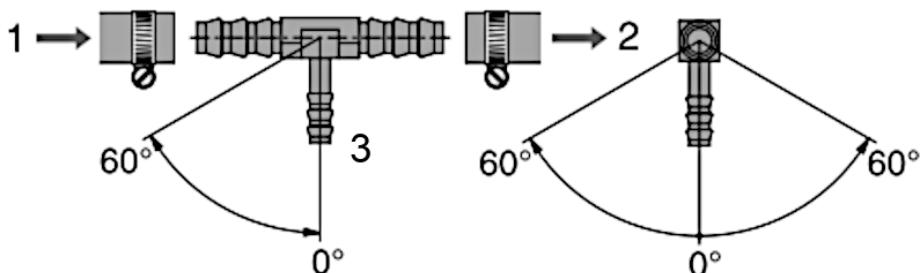

Fig. 36
- Skær/del køretøjets brændstofrør og monter T-stykket med de tykkere åbninger mellem de to ender af røret Fig. 36 (1) (2).
- Herefter forbinder varmelegemets brændstofrør ved hjælp af en gummimanchet med T-stykkets tynde ende Fig. 36 (3).